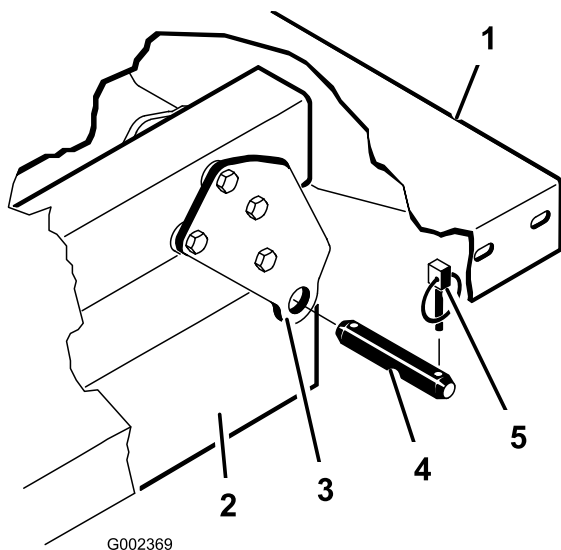

Figure 4
6. Retirez les goupilles à anneau et les axes de chape qui fixent les supports de pivot aux profilés du cadre de la machine (Figure 4).